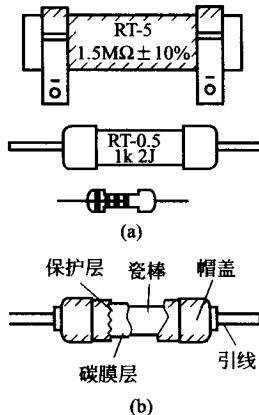

图 1-1 碳膜电阻器
② 薄膜电阻器。薄膜电阻器是在一个绝缘体（一般是圆形瓷棒）上真空喷镀一层导电膜或通过化学热分解的方法淀积一层导电膜，加上引线，喷上保护漆而制成的。薄膜电阻器的阻值可通过镀膜厚度及采用刻槽的办法来控制。将镀好膜的瓷棒夹在刻槽机上，瓷棒旋转，用刀把薄膜刻成螺旋状，刻的越细长，阻值越大。常用的薄膜器有碳膜电阻器、金属膜电阻器和金属氧化膜电阻器。
- a. 碳膜电阻器（型号 RT）。碳膜电阻器的外形如图 1-1(a) 所示，内部结构如图 1-1(b) 所示。碳膜电阻器的主要特点是高频特性好、价格低、体积小、质量轻、稳定性和精度都较高、噪声较小、自身电感较小，可用于数百兆欧姆以下的电路中，功率一般在 $2W$ 以下。它又分超小型、测量型几种。